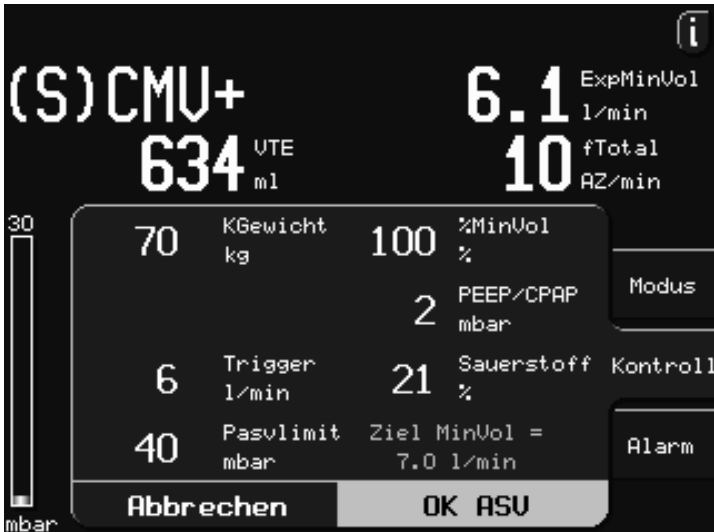

Abbildung 4-4. Fenster Kontroll 1 – Modusänderung zu ASV
- Im ASV-Modus wird **Ziel MinVol = ...** angezeigt (Abbildung 4-4). Das ist das Zielminutenvolumen, das in ASV abgegeben werden soll. Da dieses Zielminutenvolumen von den Kontrolleinstellungen abhängt, ändert sich dieser Wert, wenn die Kontrolleinstellungen geändert werden. Siehe Anhang C für weitere Informationen zu ASV.
Nach Auswahl eines neuen Modus öffnet sich automatisch das erste der beiden Fenster Kontroll (Abbildung 4-4). Überprüfen und bestätigen Sie die angezeigten Einstellungen, andernfalls wird die Modusänderung nicht übernommen.